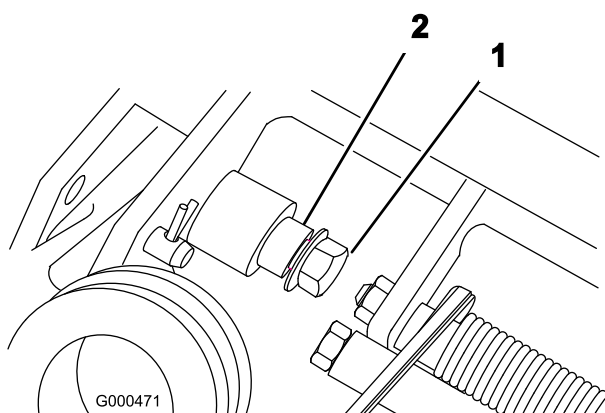

Figura 4
1. Togliete il dado di bloccaggio flangiato dalla vite a testa cilindrica e dal perno girevole da ciascun lato del tosaerba (Figura 4).